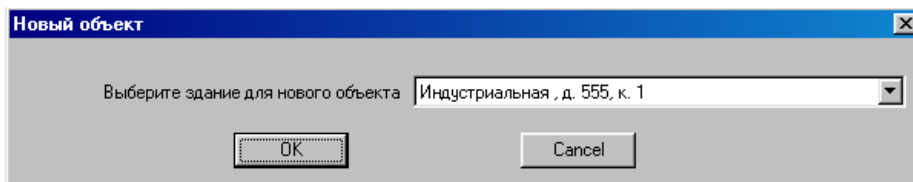

Рисунок 12
3.2.3 Ввод (корректировка, удаление) данных по объекту осуществляется следующим образом. В пункте основного меню «Карточки» выбрать пункт «Карточка объекта», либо нажать кнопку «Объект». Если требуется ввод нового объекта, то в появившемся окне нажать кнопку «Создать». В случае редактирования существующего объекта, выбрать из выпадающего списка требуемый объект и нажать кнопку «Редактировать объект». При создании нового объекта программа предложит выбрать из списка здание для данного объекта (здание должно быть заведено заранее) (рисунок 12).